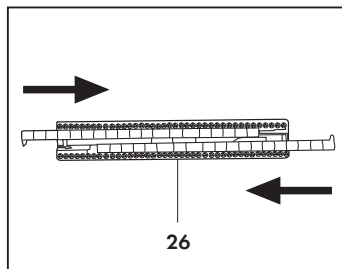

Abb. 15
Zur Montage der Borstenleiste (26) für Teppichböden und Teppiche, die steifen Bürsten mit nach innen gerichteten Läppchen in die dazu bestimmten Führungen schieben (**Abb. 15**).